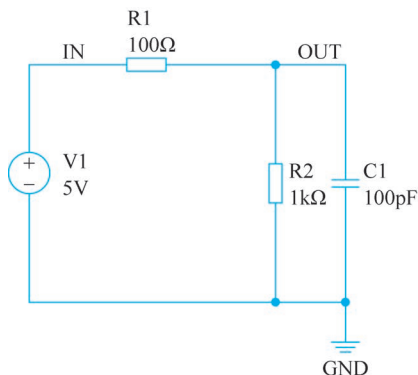

图 3-8 直流扫描分析电路
(2) 在原理图中复制上节直流工作点分析的原理图, 电路原理图如图 3-8 所示。